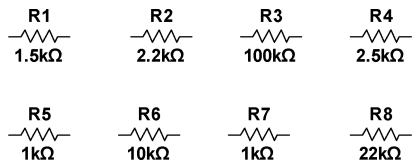

图 5-78 放置不同阻值得电阻元器件
5) 选中不同值的对象，双击该元器件或单击“确认”按钮，然后将光标移动到工作窗口，进入如图 5-78 所示的放置状态。